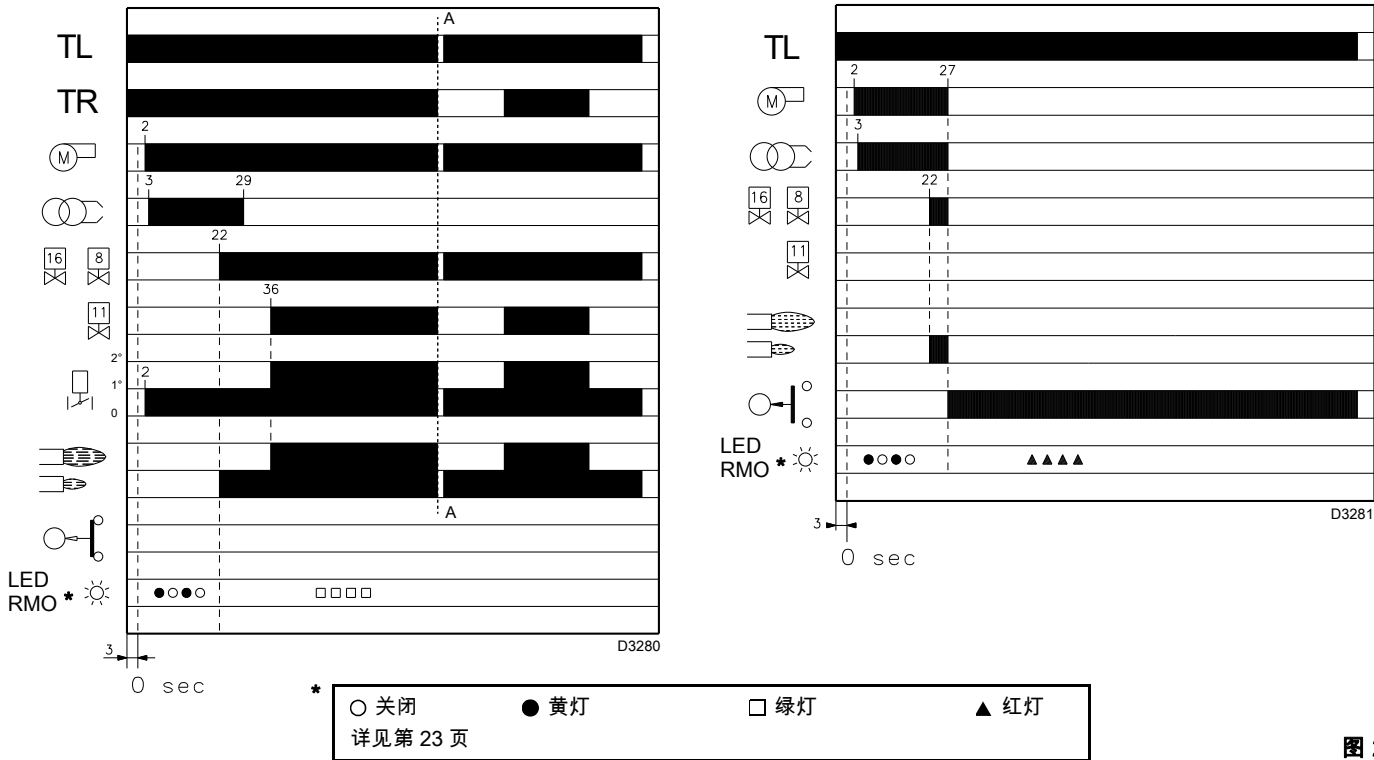
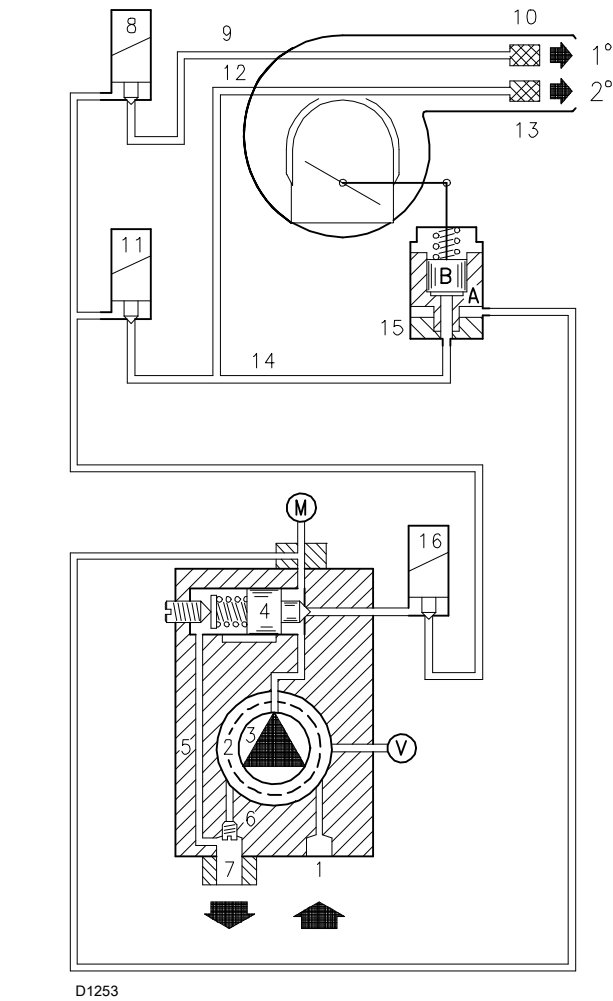

图 20
图 21
- 通过闭合控制装置并将开关 1)(图 20 第 18 页)置于“ON”位置后，启动燃烧器。油泵转动方向必须与燃烧器外壳上所标箭头方向一致。
- 若从螺栓 3)处有油漏出，则油泵注油成功。关闭燃烧器，将开关 1)(图 20 第 18 页)置于“OFF”位置并拧紧螺栓 3)。
将开关 1)(图 20) 置于“ON”处。
将开关 2)(图 20) 置于一段火运行处以保持燃烧器在一段火时的平稳运行。风量挡板 6)(图 21) 的开启程度必须根据所选喷嘴进行调整；指针 8)(图 21) 必须与标有刻度的扇形刻度盘 7)(图 21) 相应位置对齐。可以用六角螺丝进行调整 2)(图 21)：
将开关 2)(图 20 第 18 页) 置于二段火运行位置，在松开螺母 3)(图 21) 后，转动六角螺丝 6)(图 21) 调整风量挡板 6)(图 21)。
为了方便地调整六角螺丝 2) 和 4)(图 21), 可使用 3 mm 六角扳手 5)(图 21)。